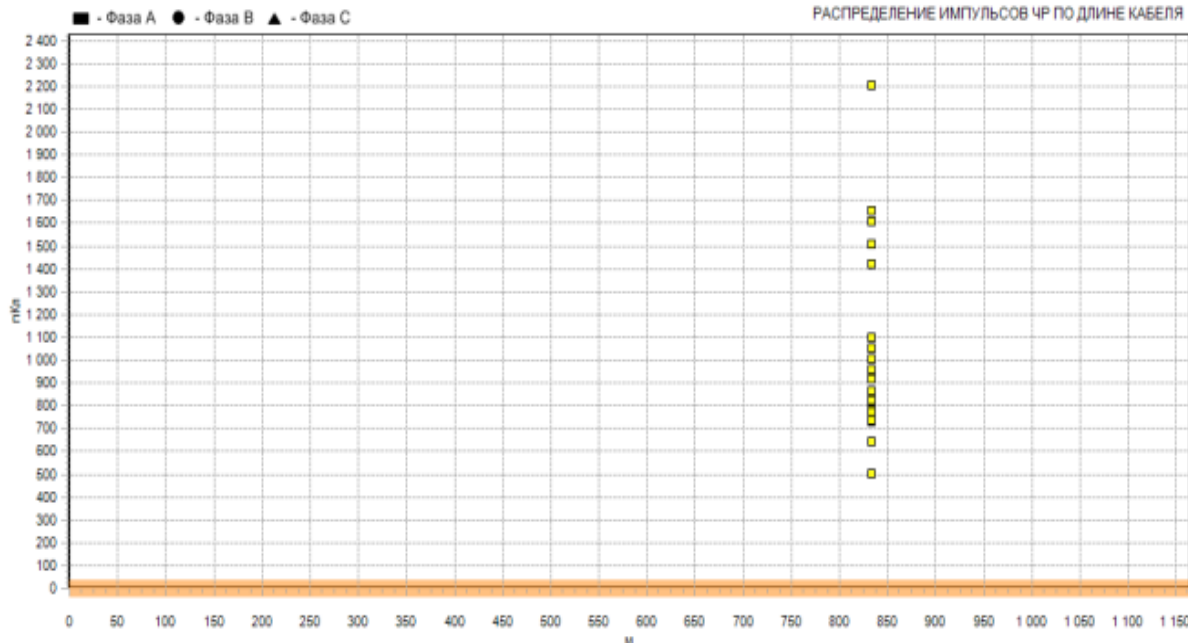

Рис. 6 Пример распределения ЧР в фазе «А» по телу кабеля.
- в фазе «А» обнаружен дефект на расстоянии 833 м (пример – Рис. 6);